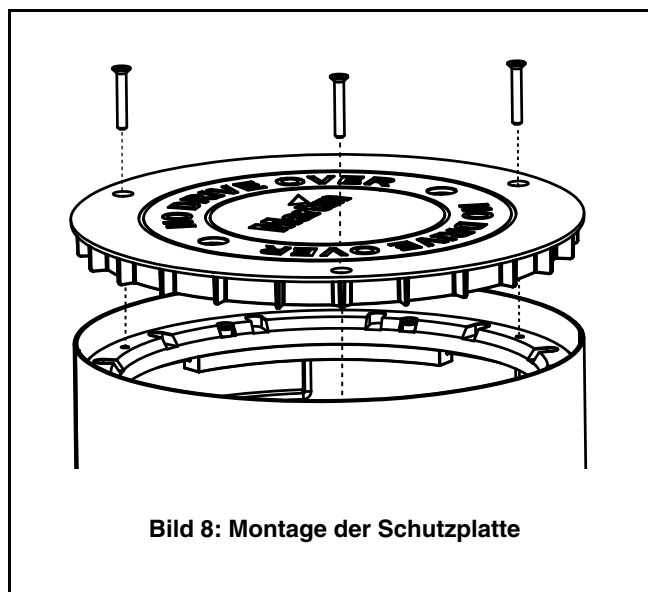

Bild 8: Montage der Schutzplatte
1. Siehe Bild 8. Nach Montage des Bodentanks befestigen Sie die Schutzplatte mit drei M6-Schrauben am Montagering des Bodentanks.